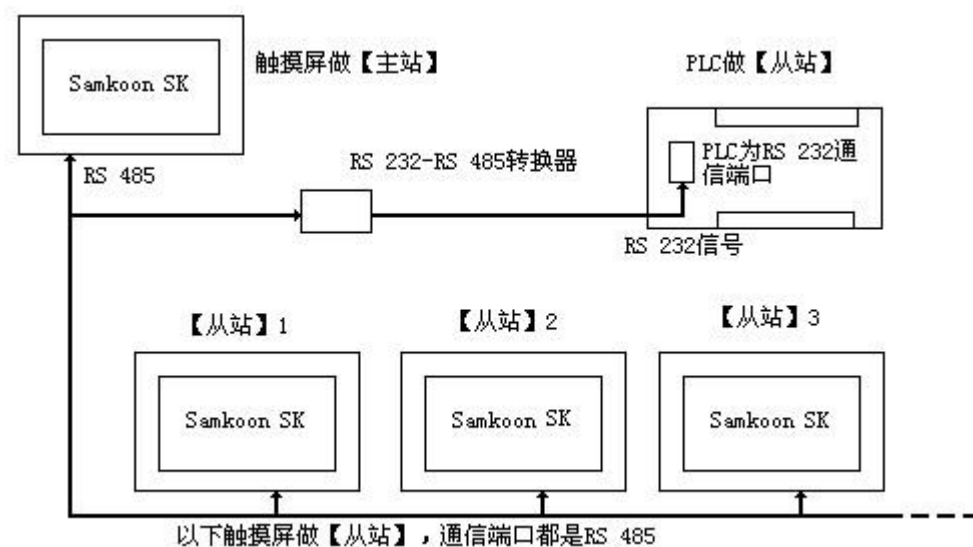
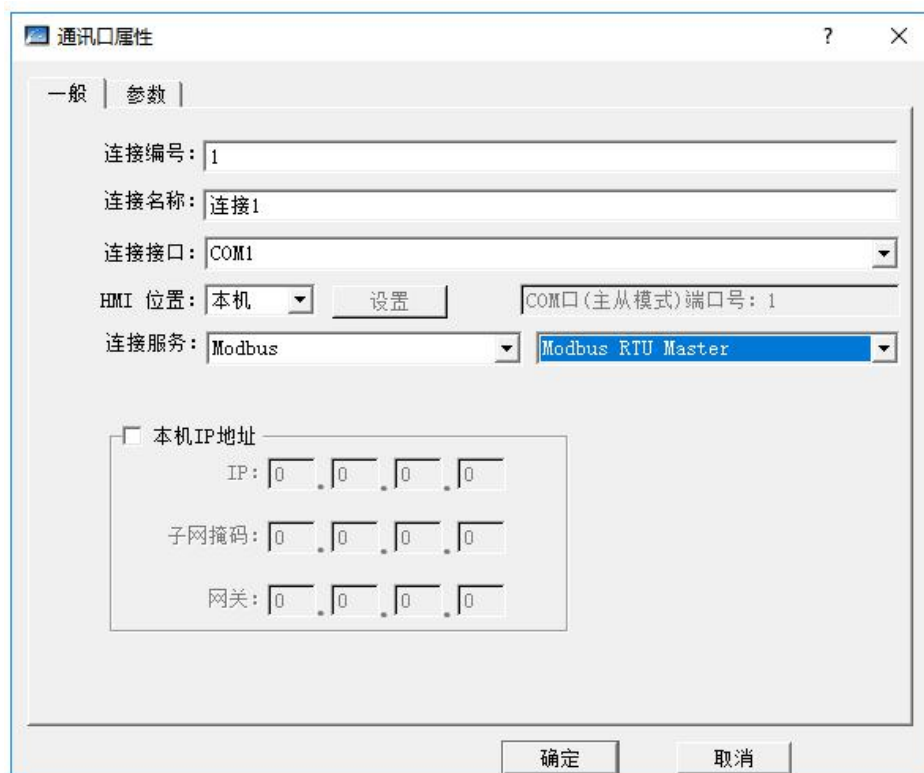
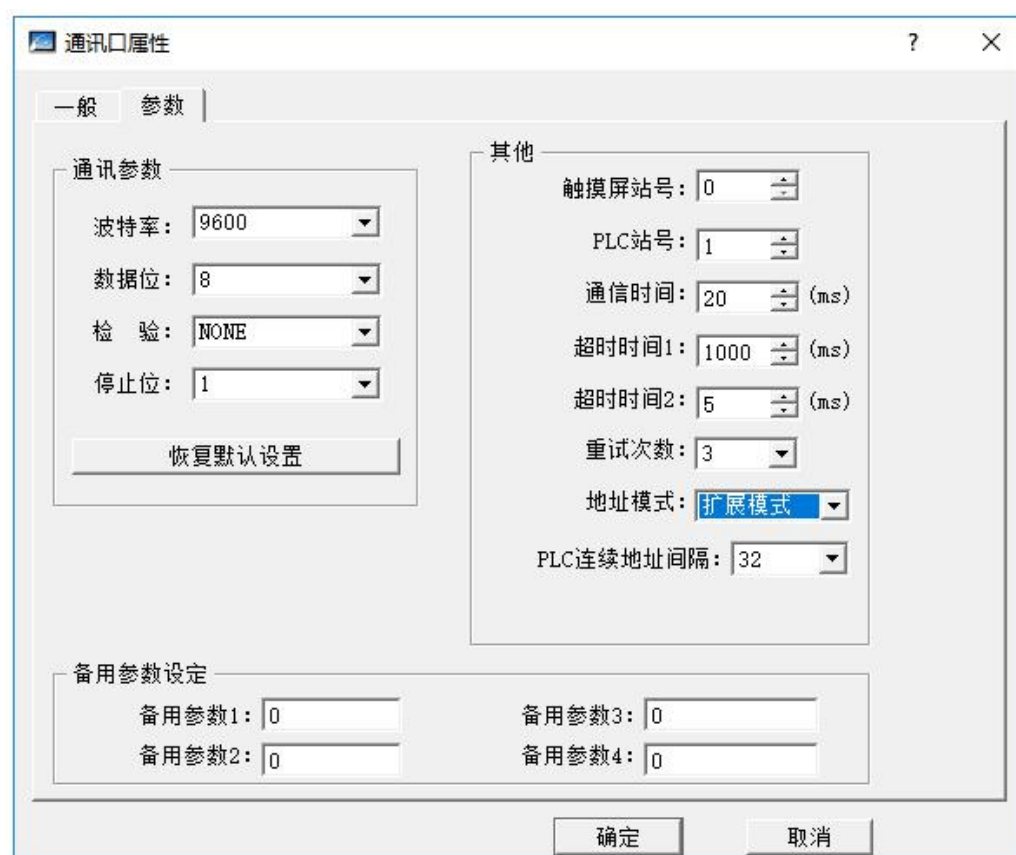

图 8-5 PLC(RS232)做【从站】的“一机多屏”连接示意图
图 8-6 第一台 HMI 选择 Modbus 协议，并选择做【主站】
图 8-7 第一台 HMI 做【主站】需选择扩展模式
1. 连接 PLC 的通信口为 RS232, 连接方式和做【主机】的系统设置如下图 8-5, 图 8-6, 图 8-7 所示: